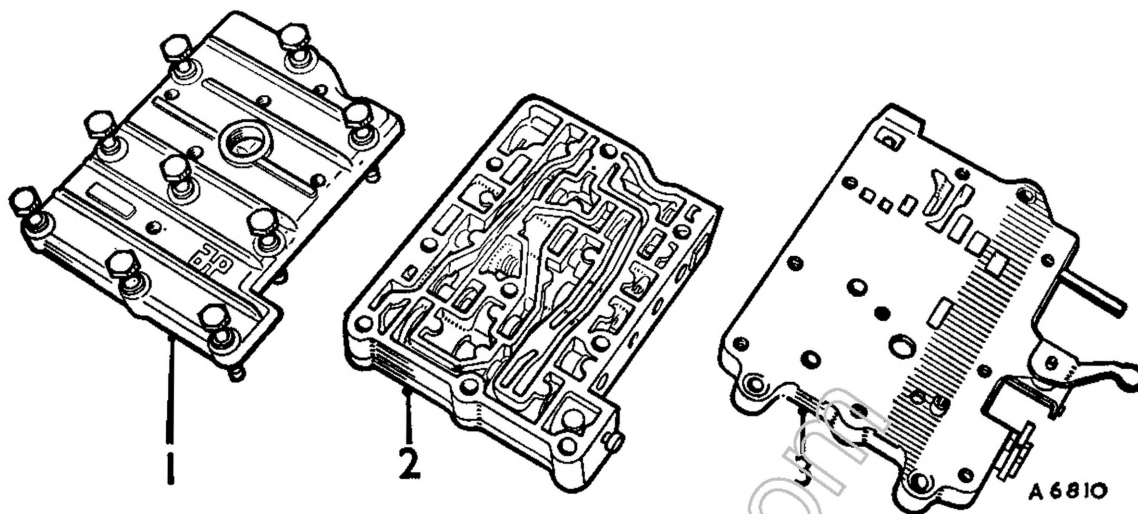

Fig. Fa. 25
9. Togliere l'assieme del blocco valvole scomponendolo individualmente, cioè il coperchio, il cassetto valvole ed infine (se necessario) il cassetto condotti (vedi la Figura Fa. 25 qui sopra).